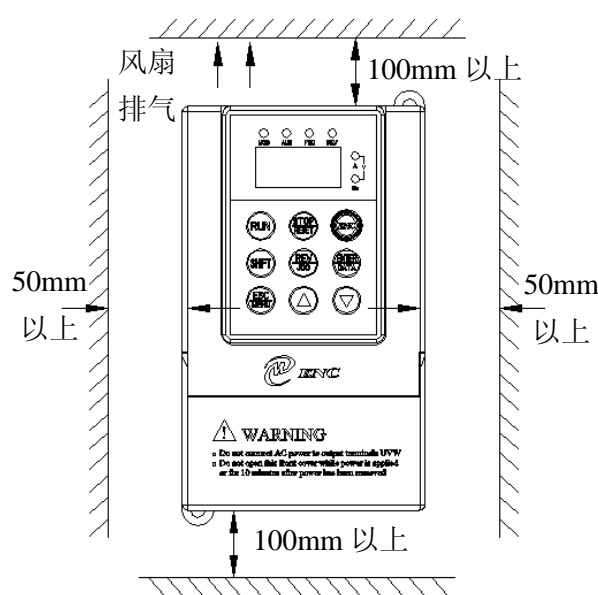

图 3-1 安装的间隔距离图
- (1) 一般情况下应立式安装，卧式安装时会严重影响散热、必须降额使用。
- (2) 安装间隔及距离最小要求，如图 3-1 所示。